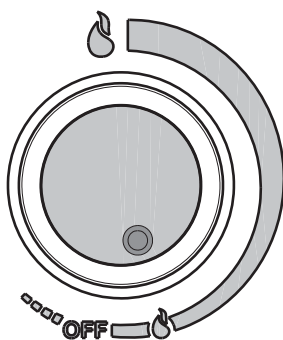

fig. 8B
- For å slå på varmtvannsberederen mot klokken still "A" posisjon den på "🔥" symbol (fig. 8B).
Sparemodus settes inn ved å vri på bryteren "A" til oppnåelse av "🔥" posisjon (fig. 8B). Innsettingen av spareinnretningen gjør det mulig å begrense den termiske kraften som leveres når bruksbehovene ser generelt lave (lavt termisk hopp eller reduserte opptaksstrømninger som for eksempel, om sommeren).